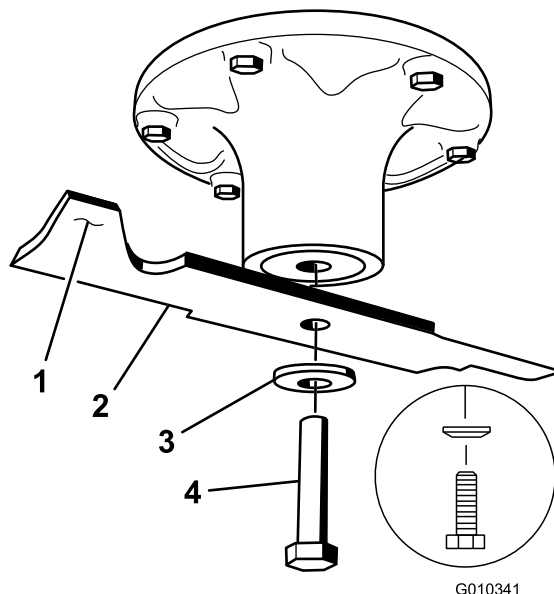

Figura 67
2. Retire del eje el perno de la cuchilla, la arandela curva y la cuchilla (Figura 67).
1. Instale la cuchilla en el eje (Figura 67).
2. Instale la arandela curva (con la copa hacia la cuchilla) y el perno de la cuchilla (Figura 67).